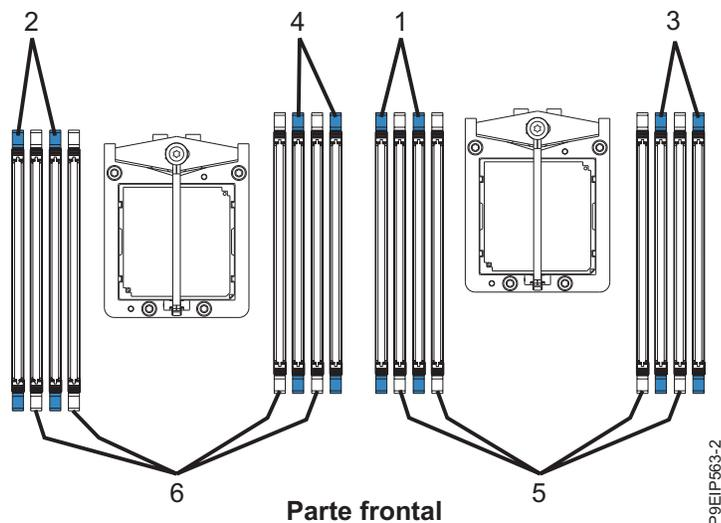

Figura 13. Secuencia de conexión de la memoria de dos procesadores
- Para un sistema con dos procesadores, utilice la Tabla 2 y la Figura 13 en la página 18 para determinar la ubicación de la memoria.